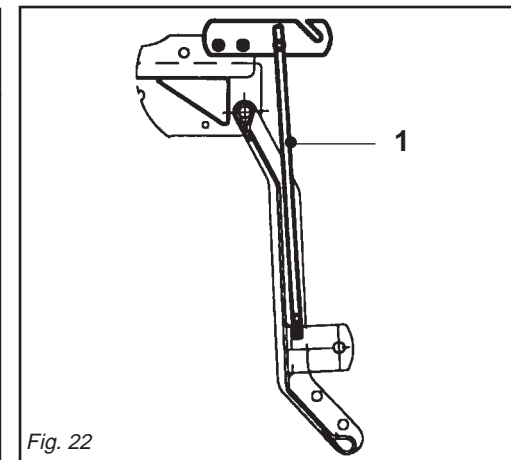

Fig. 22
- 4- Per mod. AL: L'asta (1 Fig. 22), va posizionata come in figura per il parcheggio della macchina.
- 4- For model AL: the rod (1 Fig. 22) should be positioned as shown in the figure when parking the machine.
- 4- Für Mod. AL: Die Stange (1 Abb. 22) ist so anzuordnen, wie in der Abbildung für das Abstellen der Maschine gezeigt ist.
- 4- Pour mod. AL: Pour stationner la machine la barre (1 Fig. 22) doit être positionnée comme indiqué dans la figure.
- 4- Para mod. AL: La barra (1 Fig. 22) debe ser posicionada como se ve en la figura para el estacionamiento de la máquina.